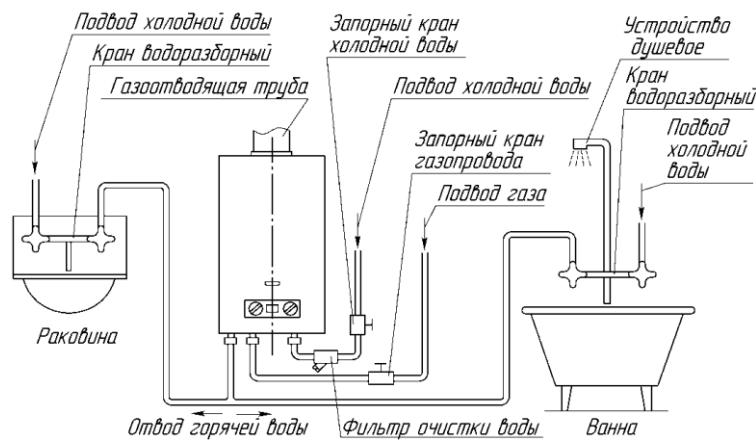

**Рисунок 6.
7.2.3 При установке аппарата на место, где ранее был установлен аппарат марки «НеваLux» или «BaltGaz», который крепился к стене с помощью двух крючков, можно выкрутить данные крючки и использовать отверстия для установки переходной планки (см. рис. 6). Переходная планка 115514-00.050 позволяет смонтировать аппарат с использованием уже имеющихся крепежных отверстий в стене. Переходная планка приобретается отдельно в фирменных магазинах или на сайте [baltgaz.ru](http://baltgaz.ru).